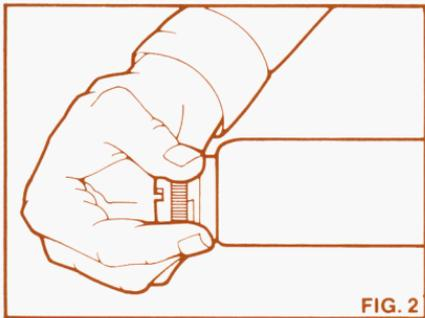

FIG. 2
2. Unscrew and remove the valve cap assembly from the magazine tube (Figure 2).
2. Dévissez et ôtez le bouchon du tube du magasin (Fig. 2).
2. Schrauben Sie die Ventilkappe vom Magazinrohr ab (Abb. 2).
2. Desenrosque y saque el mecanismo de la tapa de la válvula del tubo del cargador (Fig. 2).